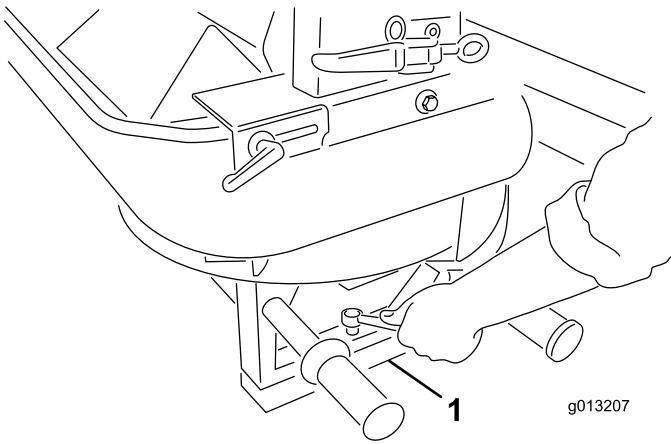

Bild 6
5. Entfernen Sie die vier Schrauben von den Stützen des Doppel-Tellerstreuers. Heben Sie den Doppel-Tellerstreuer mit einer anderen Person an und entfernen Sie die Verpackungsbolzen und das Verpackungsschaummaterial (Bild 6).